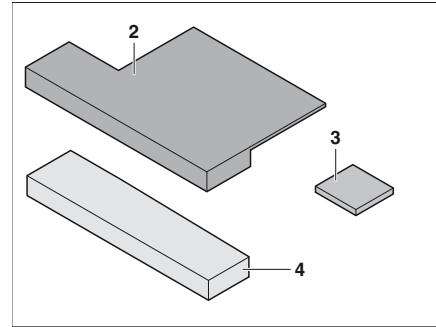

Bild 188 Extradynor
- Placera sittkil (Bild 188,3) på extradynan (Bild 188,2) (med kardborrband).